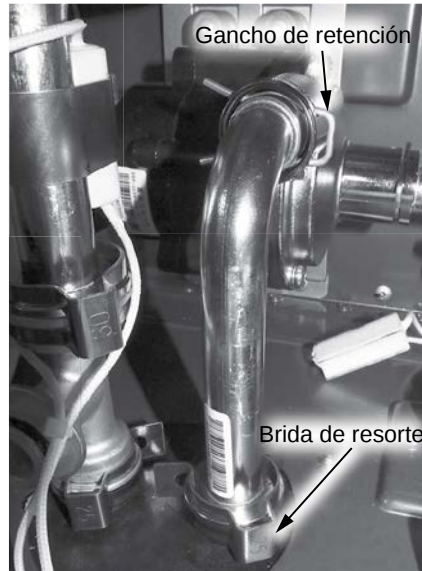

Figura 169 - Ubicación del tubo de salida de la bomba.
- Ubique el tubo de salida de la bomba. Retire el gancho de retención que fija el tubo a la bomba de agua. Ubique y retire la brida de resorte (tamaño 25) en la parte inferior del tubo de salida de la bomba y desconecte el tubo de la conexión de agua y la bomba de agua. Consulte la Figura 169.